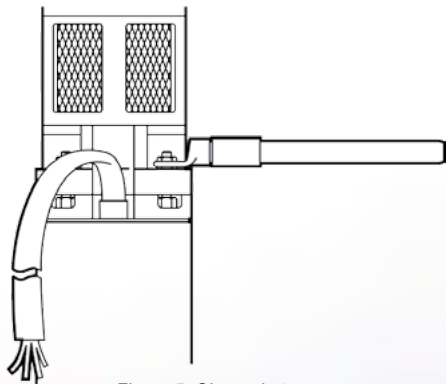

Figura 5: Chave de torque.
- Aperte diagonalmente os parafusos de fixação e utilize uma chave de torque (figura 5), com os seguintes valores (tabela 2):